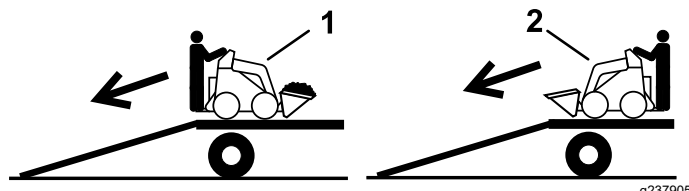

Figura 14
2. Scaricate la macchina dal rimorchio con l'estremità più pesante sulla rampa, trasportando i carichi verso il basso (Figura 14).